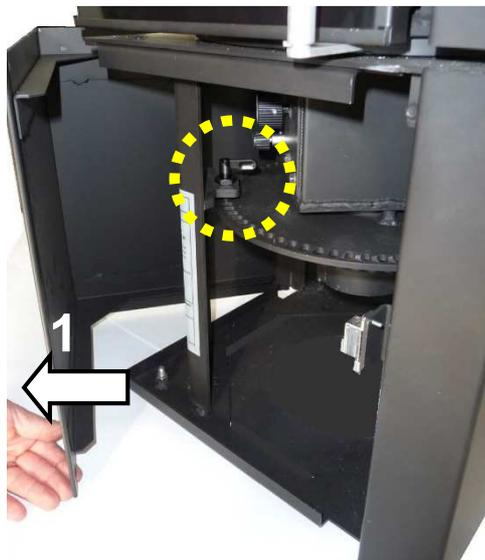

Abb. 22: Position Arretierungshebel
- Sockeltüre öffnen (Abb. 22 Pos.1)